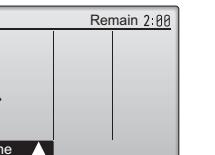

Fig. 6-6
- ① С помощью кнопок **F1** **F2** проверьте работу заслонки в автоматическом режиме. (Fig. 6-6)
- ② Нажмите кнопку **③** для возврата в режим "Test run" (Тестовый прогон).
- ③ Нажмите кнопку **④**.